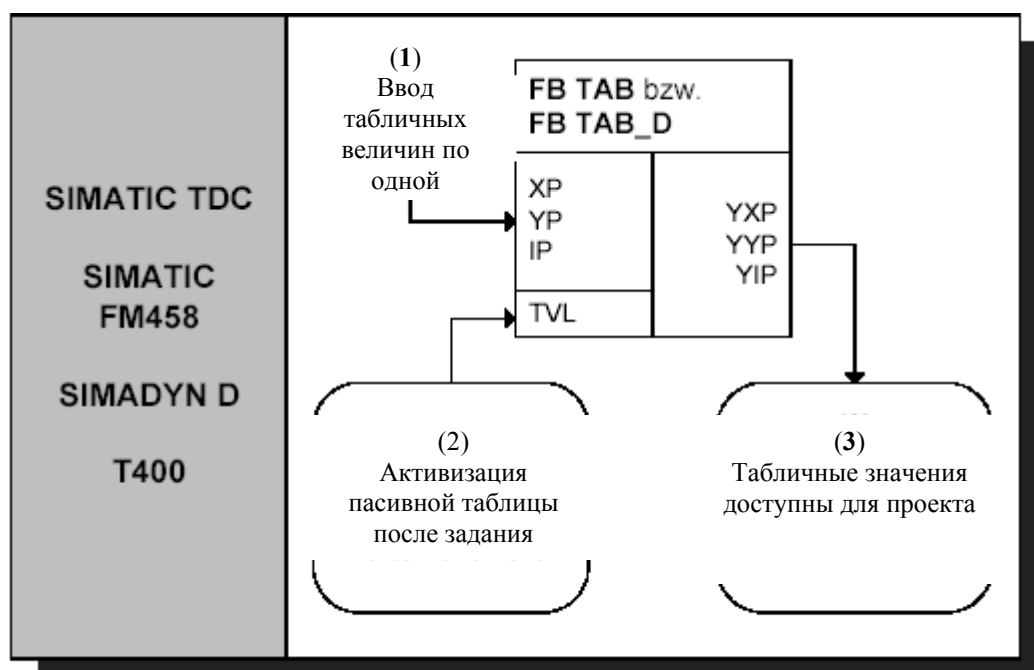

Рис. 3-67 Принцип работы в режиме "ручного" пользования
- **"Ручное" пользование:** означает, что табличные величины будут задаваться на модуль непосредственно по on-line интерфейсу (например, из CFC в режиме теста) и передаваться от модуля по специальному запросу программы (см. рис. 3-67).